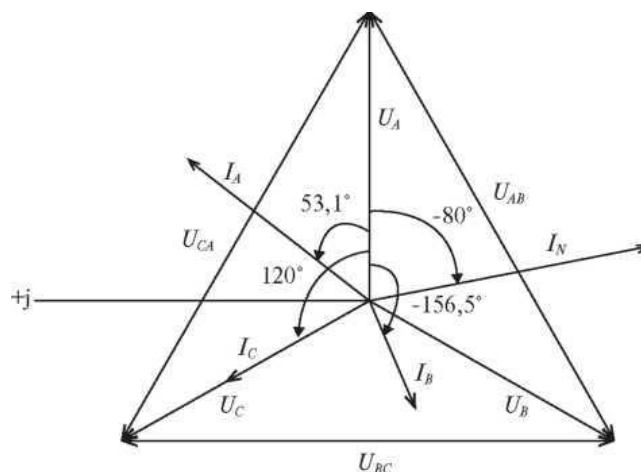

Рис. 74
3. Построим векторную диаграмму (рисунок 74):